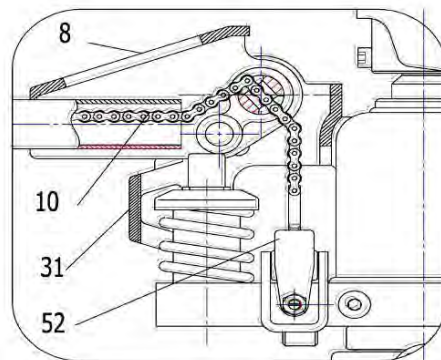

Рис.2
- Установите шпек и гайку на конце цепи (10) в паз опорного корпуса рычага (52). (см. рисунок 2 и 4).
- Согласно рисунку 3 установите рукоятку (8) в горизонтальное положение, выньте штифт В, сохраните его, он понадобится при следующей замене ручки.
- Вытяните фиксатор (23), согласно рисунку 1.
- Вставьте корпус рукоятки (8) в отверстие А. Соедините корпус рукоятки (8) с насосом (31) с помощью фиксатора (23).
- Затем проденьте эластичный штифт через фиксатор (23), чтобы зафиксировать деталь.
- Проведите цепь (10) через отверстие в фиксатор (23). (см рисунок 2).